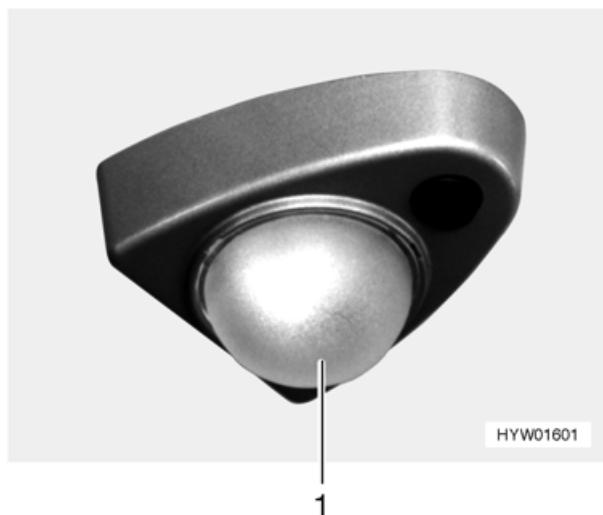

Bild 104 Spotleuchte (Variante 1)
- Das Leuchtenglas (Bild 104,1) mit zwei Fingern im Uhrzeigersinn drehen.